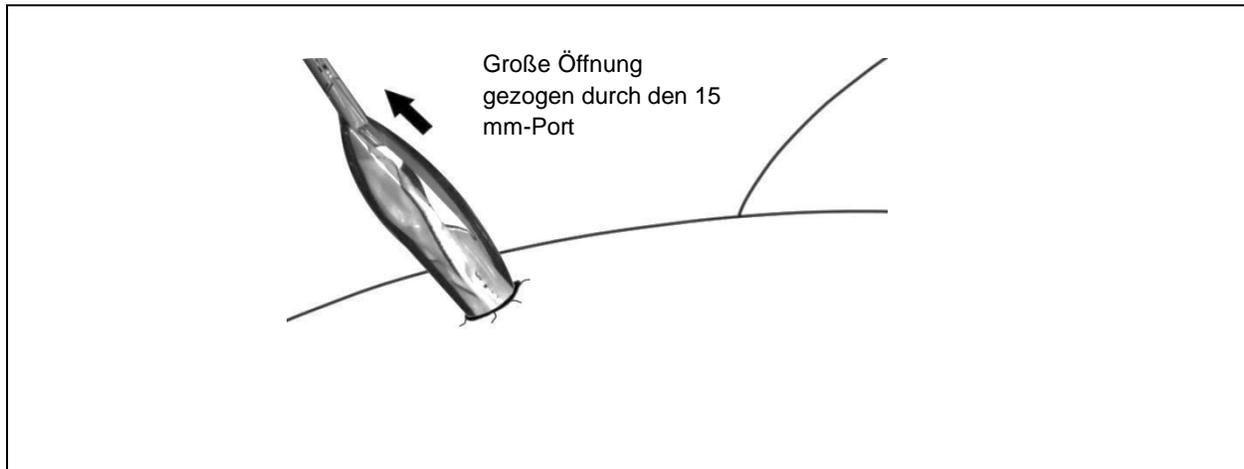

Abbildung 10: Herausziehen des MorSafe® Gewebemorcellierungs-Beutels
9.8 Verwenden Sie stumpfe Greifer, um die große Öffnung in der Nähe der Pfeilmarkierung zu fassen, wie in Abbildung 10 dargestellt.